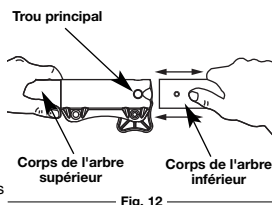

Fig. 12
- Tenez fermement le corps de l'arbre supérieur et retirez l'accessoire de coupe ou autre du coupleur EZ-Link^{MC} (Fig. 12).